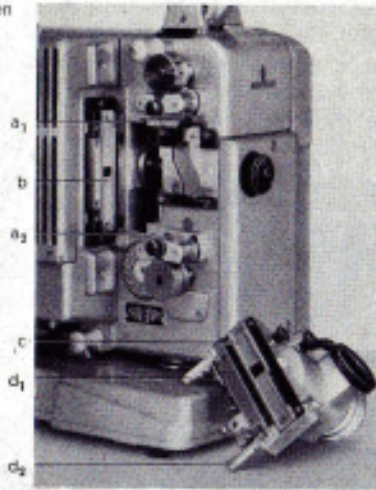
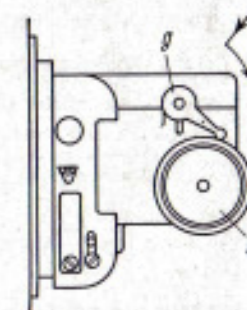

Bild 22
Bild 27
Gereinigt werden der am Objektivträger befestigte Teil c (Bild 22) (Andruckplatte) und das gegenüberliegende federnde Bildfenster b. Zur Reinigung dieser Teile wird der Objektivträger abgenommen. (Siehe Seite 21, Ausbau und Einbau des Objektivträgers.)
3. Hebel g (Bild 27) in axialer Richtung herausziehen und bis zum Anliegen auf dem Objektivstellknopf f_2 drehen.
Der Einbau erfolgt in umgekehrter Reihenfolge. Dabei ist zu beachten, daß der Hebel g, wie in Bild 27 dargestellt, steht. Die Führungsleisten d_1 und d_2 (Bild 22) müssen in die Nuten a_1 und a_2 eingreifen, während der Objektivträger ohne Verkanten mit beiden Händen in die Führung am Projektor gedrückt und in Richtung Bildfenster bewegt wird.